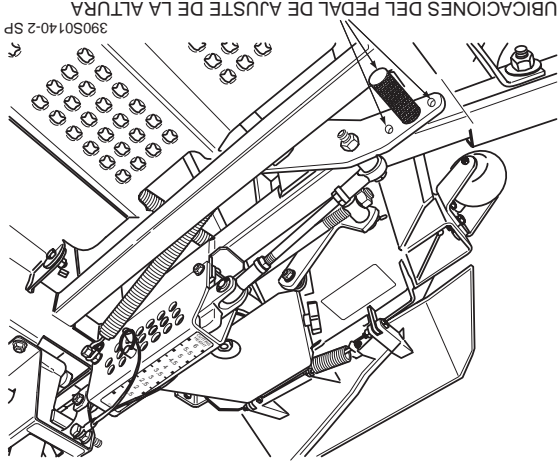

Figura 4-9 Ubicaciones del pedal de ajuste de la altura
3. El pedal de ajuste de altura se puede colocar en tres (3) diferentes posiciones para la comodidad y control del operador. Vea la Figura 4-9.